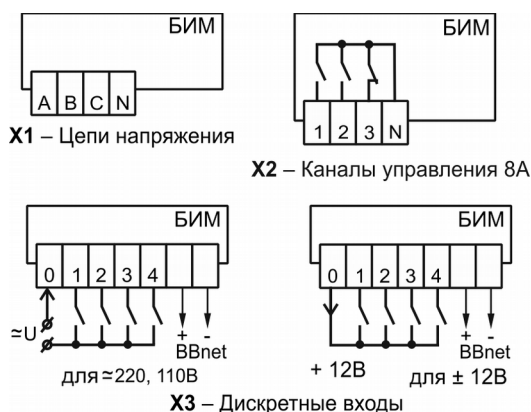

Рис. 27 Подключение цепей к клеммникам X1-X3
При использовании входных дискретных каналов следует обратить внимание на то, что в случае применения счетчика для внешнего потенциального сигнала 220 В полярность сигнала на общей клемме «0» относительно каналов 1, 2, 3 произвольная. В случае применения дискретных каналов для подключения внешних сухих контактов с использованием внутреннего напряжения 12 В, на клемму «0» разъема X3 рис. 27 выводится потенциал +12 В.
- Каналам напряжения (рис. 27 X1) соответствуют номера аналоговых каналов: 1 – U_a, 2 – U_b, 3 – U_c.
- Каналам тока (рис. 27 X1) соответствуют номера аналоговых каналов: 5 – I_a, 6 – I_b, 7 – I_c.
- Дискретным входным каналам базы назначаются каналы в АСУ в соответствии с рис. 27 клеммник X3.
- Каналам управления базы назначаются каналы в АСУ в соответствии с рис. 27 клеммник X2.